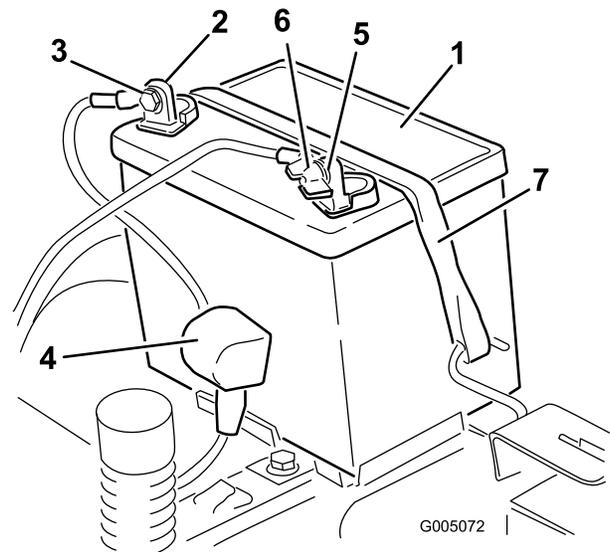

Bild 36
4. Klemmen Sie das Minuskabel (schwarz) vom Batteriepol ab (Bild 36). Bewahren Sie alle Befestigungen auf.
5. Schieben Sie die Gummiabdeckung am Pluskabel (rot) nach oben. Klemmen Sie das Pluskabel (Rot) vom Batteriepol ab (Bild 36). Bewahren Sie alle Befestigungen auf.
6. Nehmen Sie die Batterieklemme ab (Bild 36) und heben Sie die Batterie aus dem Ständer heraus.
1. Setzen Sie die Batterie in das Fach (Bild 36).
5. Befestigen Sie die Batterie mit der Befestigung (Bild 36).